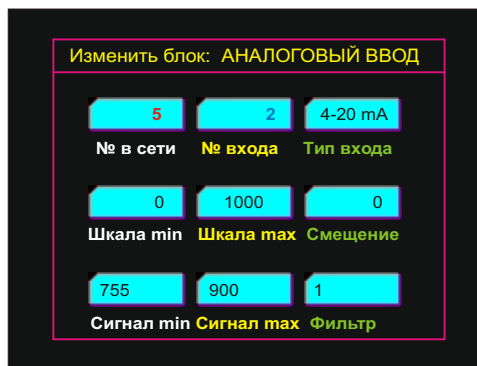

Рис. 25. Конфигуратор блока "Аналоговый ввод"
9.1.8 **Конфигуратор** блока содержит следующие конфигурационные окна (Рис. 25):